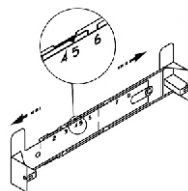

рис. 5
- прежде чем прикрепить кронштейн к стене, необходимо выставить его на нужный размер (равный ширине верхней фальштрубы). Увеличьте размер кронштейна (если это необходимо), раздвинув его, и установите фиксатор напротив цифры 5 (см. рис. 5);